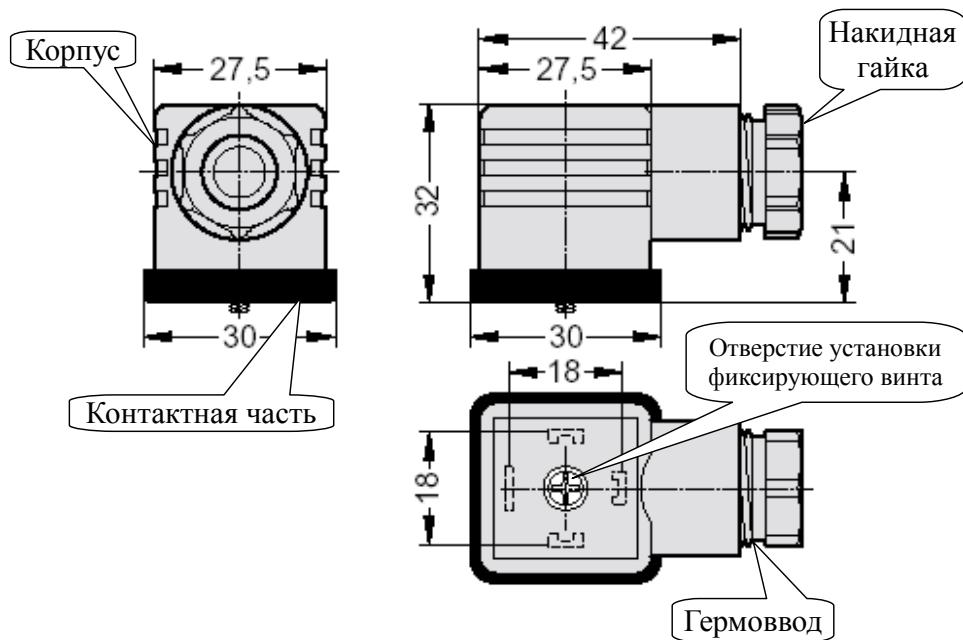
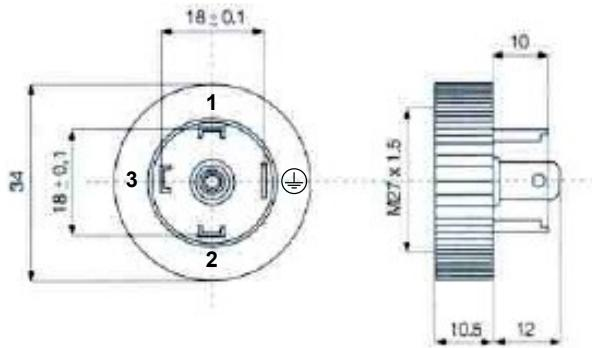

Рисунок 2 - Герморазъём DIN 43650, форма А
Рисунок 3 - База для герморазъёма DIN 43650, форма А круглая (соединитель электрический ISO 4400) с тремя контактами плюс заземляющий контакт
- Отвернуть и вынуть фиксирующий винт на герморазъёме (Рисунок 2). Снять герморазъём с базы (Рисунок 3) и выдвинуть его контактную часть, толкая хвостовик в отверстии установки фиксирующего винта.